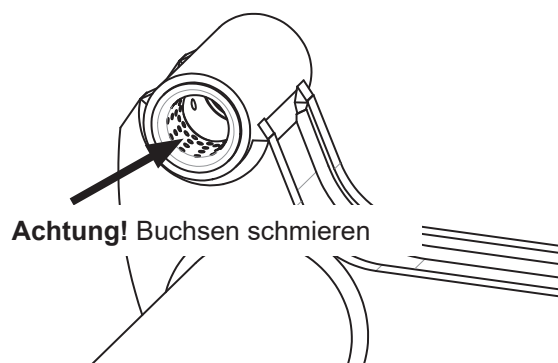

Abb.31. Schmieren Sie initial die Metallbuchsen gründlich
2. Schmieren Sie die Metallbuchsen an der oberen Armlagerung und vergewissern Sie sich, dass die kleinen Öffnungen auf der Buchseninnen-seite mit Fett gefüllt sind. Siehe Abb.31. Verwenden Sie Zepro-Schmiermittel oder eine gleichwertige Substanz.